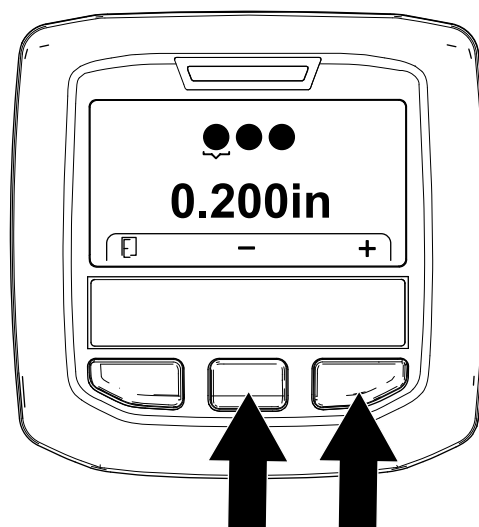

Рисунок 59
5. Отрегулируйте диаметр зуба (Рисунок 59) следующим образом: